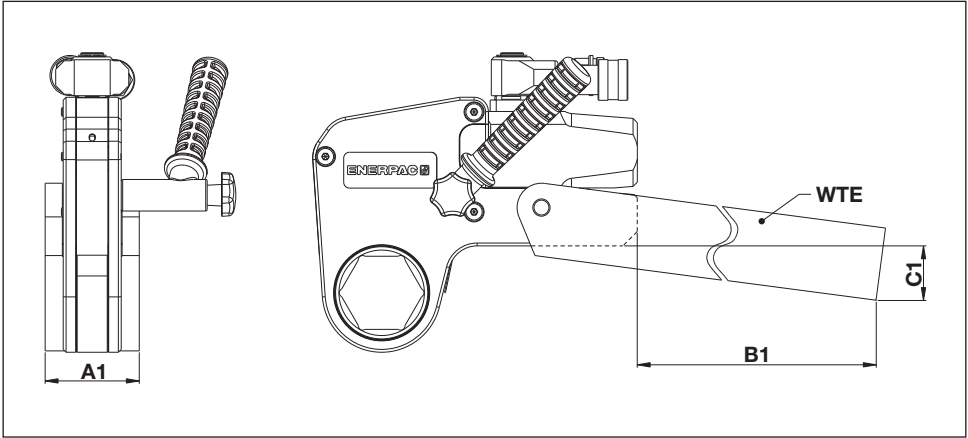

Fig. 23
6.1.1 Dimensiones, brazo de reacción alargado, serie WTE (Fig. 23)